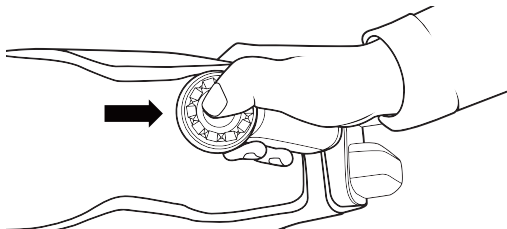

Fig. 7
- b. Appuyez sur le bouton Vitesse maximale et maintenez-le enfoncé pour augmenter instantanément la vitesse de l'air jusqu'au maximum, selon les besoins. Relâchez le bouton lorsque vous avez terminé. (Fig. 7)